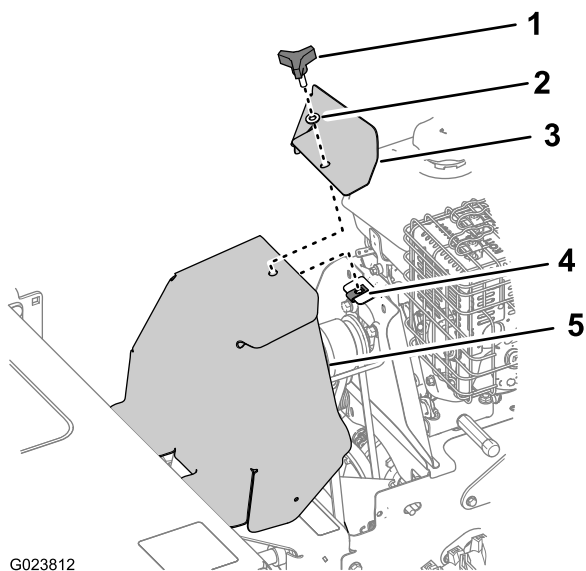

Рисунок 38
1. Снимите ручку и шайбу, которые крепят кожух двигателя и кожух ремня к машине (Рисунок 38).